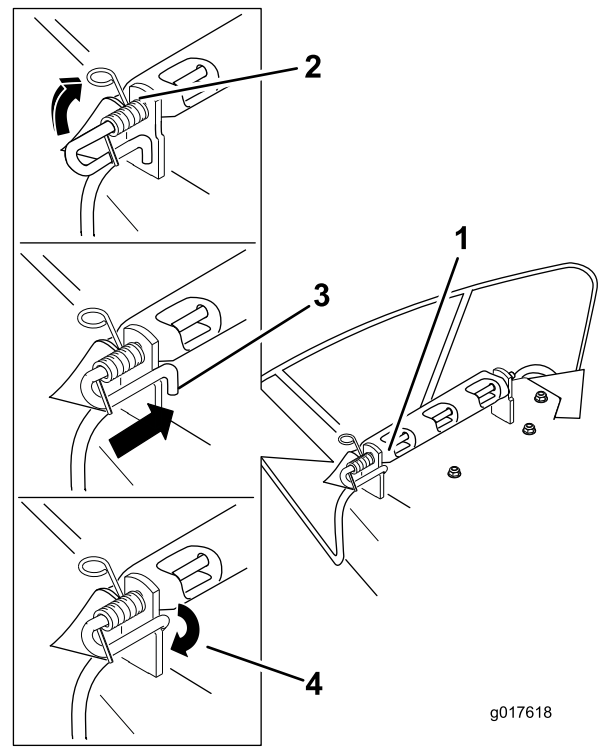

**Figura 78**
1. Togliete la coppiglia (Figura 78).
2. Sganciate la molla dalla tacca presente sulla staffa del deflettore e fate scorrere l'asta per estrarla dalle staffe saldate del piatto di taglio, dalla molla e dal deflettore di scarico (Figura 78).
9. Montate la coppiglia (Figura 78).